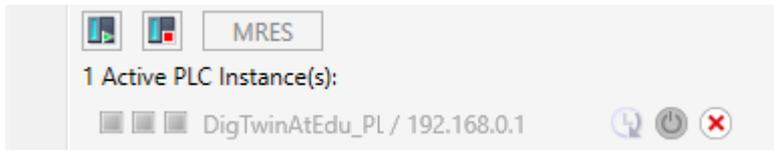

figura 23: Status do CLP virtual, instância inativa
- Primeiro, desligue o CLP virtual clicando no símbolo  **PowerOff**. A instância é exibida então em cinza, o que significa que ela ficou inativa (ver figura 23).